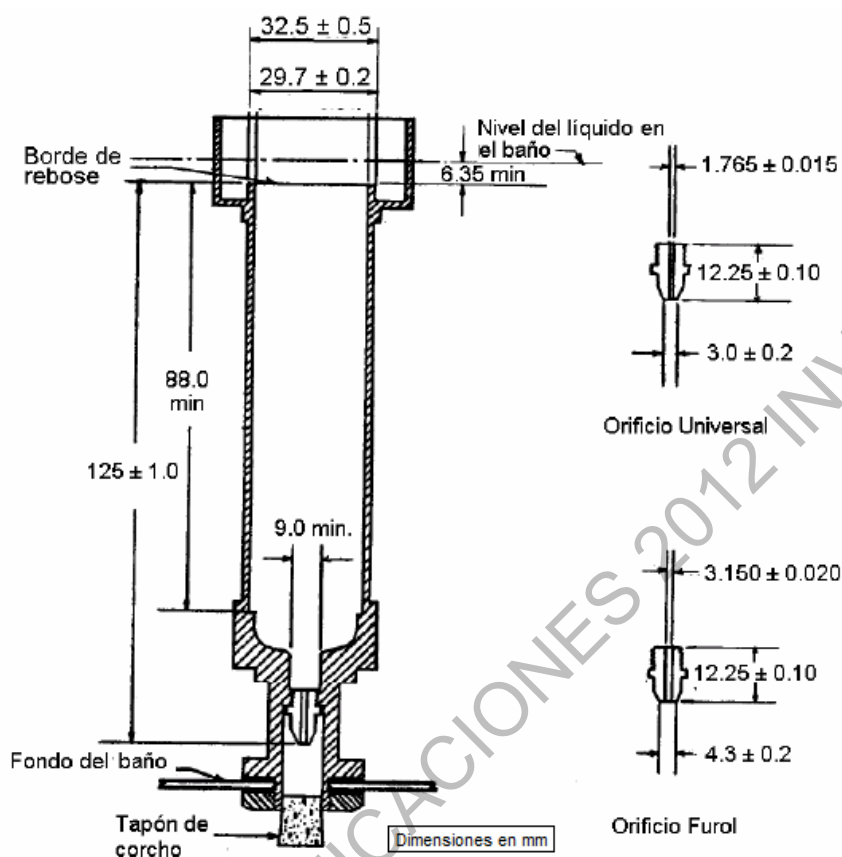

Figura 714 - 1. Viscosímetro Saybolt con orificio Universal y Furol
- 5.1** *Viscosímetro Saybolt* – El viscosímetro deberá ser de un metal no corrosivo, con las dimensiones mostradas en la Figura 714 - 1. La boquilla del orificio, Furol o Universal, se puede fabricar como una parte intercambiable. Una tuerca en el extremo inferior del viscosímetro permite asegurarla al baño. El viscosímetro se debe montar verticalmente en el baño, verificando el alineamiento con un nivel de burbuja colocado sobre el plano de la galería. El extremo inferior del tubo del viscosímetro se cierra con un corcho o tapón, para evitar el flujo de la muestra antes de iniciar el ensayo. Para facilitar la remoción del tapón, se puede atar a él una cadena o cuerda.
5.2 Baño termostático – Sirve tanto para sostener el viscosímetro en posición vertical, como para alojar el líquido del baño. Debe estar aislado térmicamente y equipado con un dispositivo para agitación y un serpentín de refrigeración y provisto de un calentador con termostato, capaz de mantener el baño dentro de los límites de temperatura especificados en la Tabla 714 - 2. Tanto el serpentín como el calentador se deben colocar a más de 30 mm (1 ¼") del viscosímetro. Debe contar con medios para mantener el líquido del baño al menos 6 mm (¼") por encima del borde de rebose del flujo (Ver Figura 714 - 1).